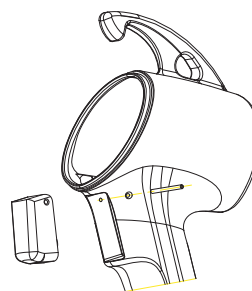

Figura 1
- Con un cacciacoppiglie D: 1,5 mm, uscire la coppia di fissaggio del grilletto nel calcio (vedere la figura 1)